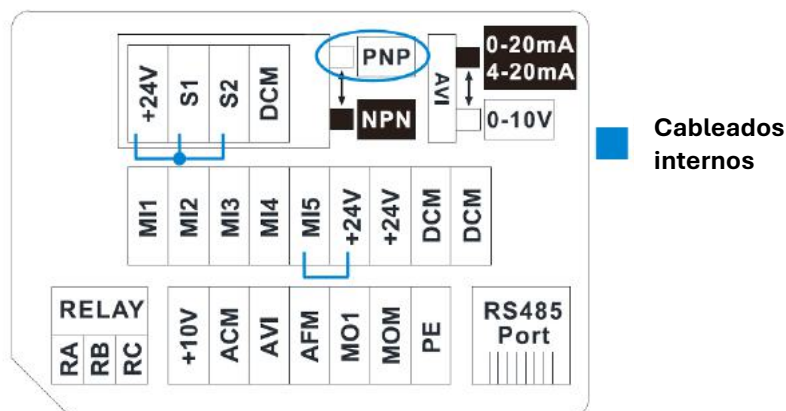

FIGURA 4: control manual - conexión PNP - potenciómetro integrado (default)
Para obtener la operación manual, se deben realizar las conexiones que se muestran en la figura 4 **después de quitar el voltaje eléctrico**.
**Los inversores se suministran por defecto con las conexiones correspondientes a un mando manual PNP con potenciómetro integrado** (figura 4).